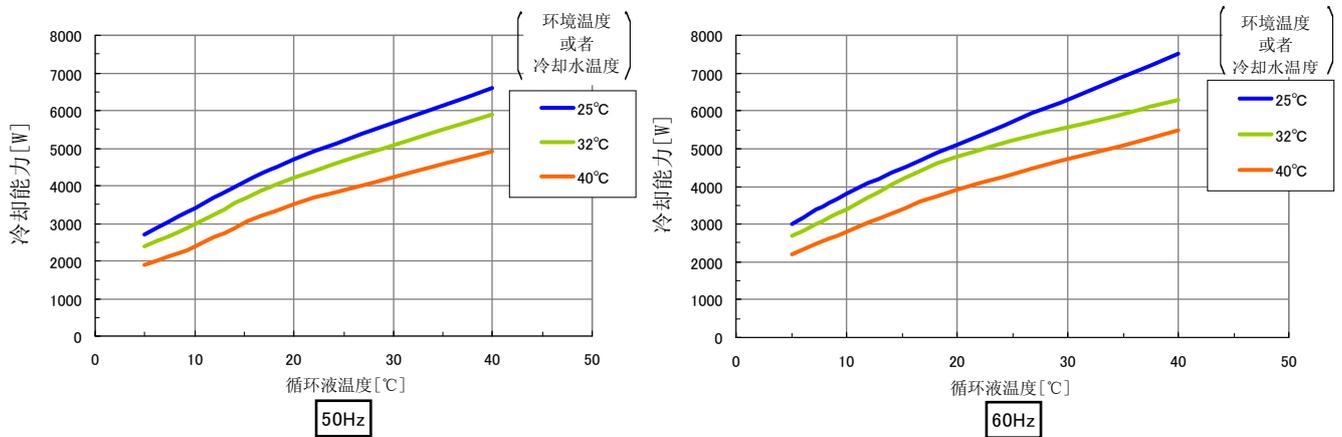

图 8-4 冷却能力(HRS012-※※-10)
*在循环液额定流量、图 8-4 所记载冷却能力时的冷却水量。